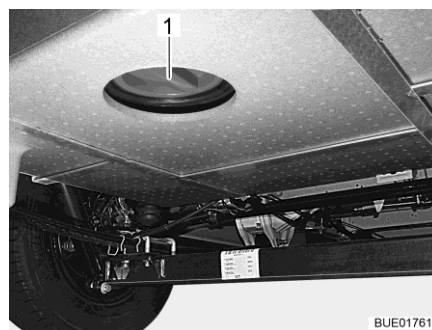

Fig. 308 Orificio de limpieza (depósito de aguas residuales)
- Abrir el orificio de limpieza (Fig. 308,1) del depósito de aguas residuales y la llave de desagüe.